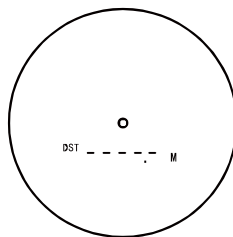

Abbildung 1
- Drücken Sie die Ein/Aus/Messen-Taste (1), um das Gerät ein- oder auszuschalten. Der Entfernungsmesser wechselt standardmäßig in den Entfernungsmessmodus (Abb. 1).
- Presione el botón encender/apagar/medir (1) para encender o apagar el dispositivo. El telémetro entra en el modo de medición de distancias de forma predeterminada (Fig. 1).